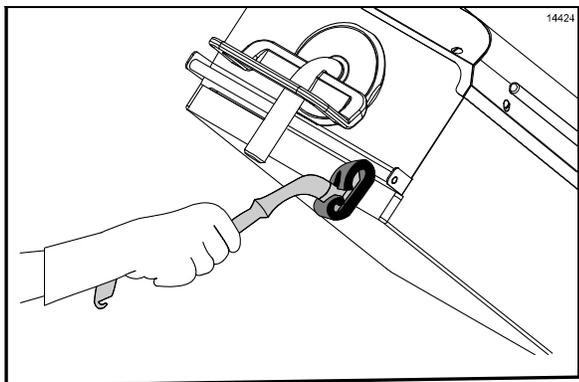

Figura 56
24. Use el soporte para fibra limpiadora de parrillas Kay para tallar el frente de las placas, comenzando con la placa derecha y terminando con la izquierda. (Vea la figura 56.)